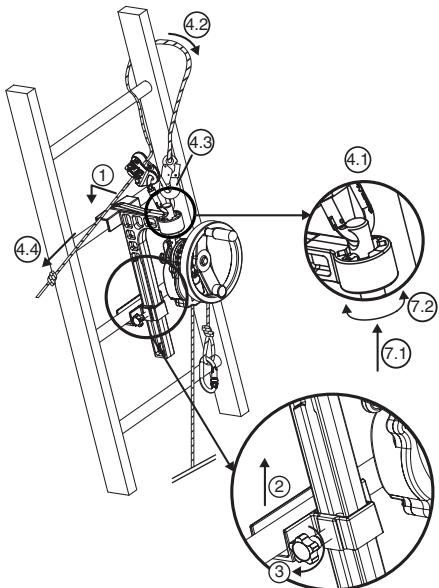

Fig. 6
#### 6.3.2. Appareil derope™ UP B (Fig.6)
1. Mettre en place la grande console verrouillable sur le barreau de l'échelle à la position choisie pour réaliser l'opération de sauvetage, au dessus de la personne à évacuer (Fig. 6, 1).
2. Remonter le coulisseau de blocage au niveau du barreau immédiatement en dessous de celui qui reçoit la grande console (Fig. 6, 2).
3. Serrer l'axe de blocage du coulisseau à l'aide du bouton de serrage se trouvant sur le côté de la console (Fig. 6, 3).
- Fixer le connecteur du dispositif de réglage LCM 05 dans le trou du haut de l'axe de d'accrochage (Fig. 6, 4.1).
- Passer la longe d'assurage autour du barreau de l'échelle situé au dessus de la console en contournant l'un des montants de l'échelle (Fig. 6, 4.2).
- Connecter le connecteur de la longe d'assurage dans le connecteur du dispositif de réglage LCM 05 (Fig. 6, 4.3).
- Tendre la longe d'assurage en tirant sur le brin libre (Fig. 6, 4.4).
7. Orienter l'appareil derope™ selon le besoin en modifiant la position de l'axe d'accrochage dans le dispositif d'indexage (Fig. 6, 7.1 – 7.2).